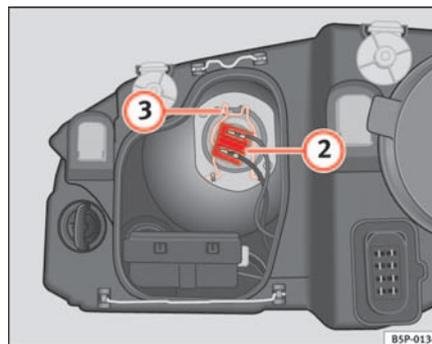

Fig. 176 Anabbaglianti
- Estrarre il connettore ⇒ pag. 253, fig. 176 ② della lampada.
- Sganciare la molla di ritegno ⇒ pag. 253, fig. 176 ③ premendo verso l'interno e a destra.